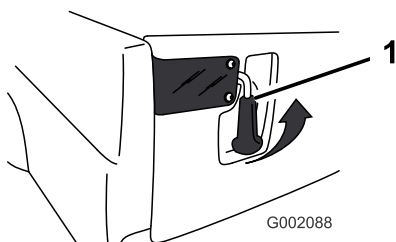

Bild 17
1. Drücken Sie die Riegelgriffe nach außen und heben sie an, um die Riegel an der hinteren Bordwand zu öffnen (Bild 17). Diese schnappen dann in Richtung der Mitte der hinteren Bordwand aus. Senken Sie die hintere Bordwand langsam ab.